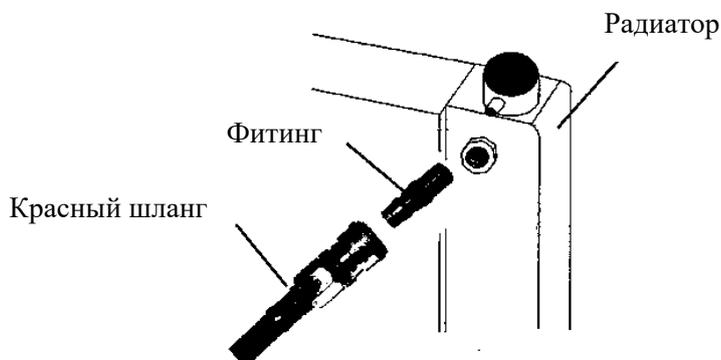

Рисунок 3
8. Красная магистраль подачи присоединяется к фитингу, установленному на радиаторе. См. рисунок 3.
1. Оставьте красный шланг (давление) и черный шланг (обратка) подключенными к соответствующим разъемам, как описано выше, но отключите шланг, подключенный к разъему подачи свежей жидкости. Смотрите приведенный выше рисунок 3.